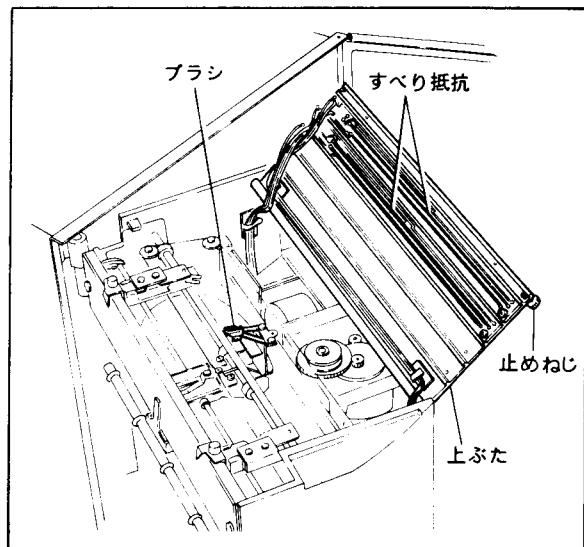

図12-3 すべり抵抗の掃除
- (1) 扉を開き、必ず SUPPLYスイッチを OFF にして、内器を引き出します。
- (2) 内器上ぶたの止めねじ2本を緩めて、上ぶたを開きます(図12-3)。
- (3) 付属のクリーニングクロスで、すべり抵抗を軽くみがくように掃除します。すべり抵抗の表面はなめらかなプラスチックで被覆してあります。強くこすって傷つけないように注意してください。
- (4) ブラシはピンセットの先が直接触れないようにして、ほこりを取ります。この時、ブラシを傷つけたり、変形しないようにし、またバネ圧力が変化するような力を加えないでください。
- (5) すべり抵抗やブラシに繊維くずが付着していないことを確認してから、上ぶたをもとに戻し、止めねじを締めます。